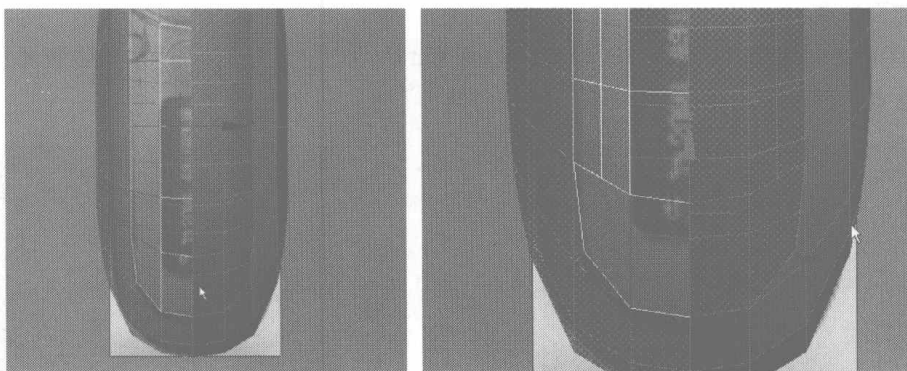

图 3.57
- 21** 在 Front 视图中分别选择如图 3.57 所示的曲线,单击右键,在弹出的快捷菜单中选择 Connect 命令,添加细分线。